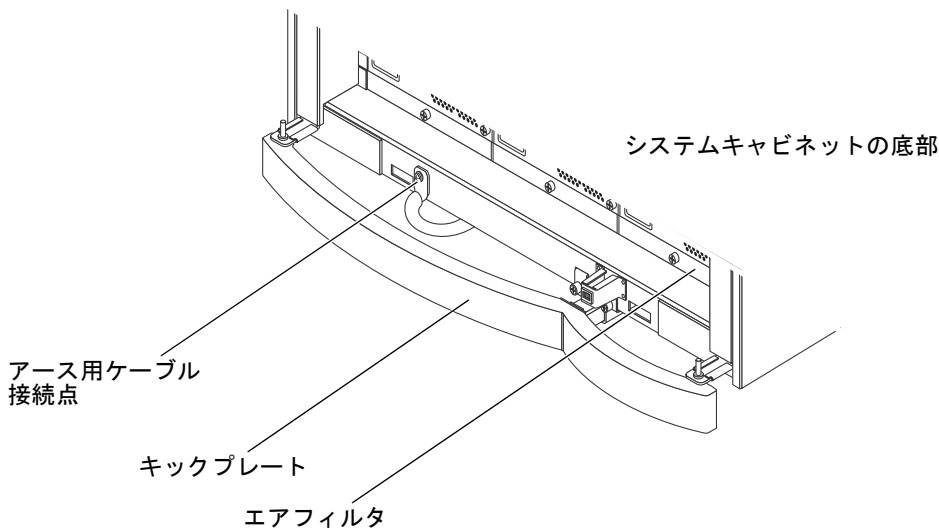

図 3-4 システムキャビネットのアース用ケーブルの接続点
3. 図 3-4 に示すように、フレームの底部にあるキックプレートの裏で、アース用ケーブルをシステムに接続します。